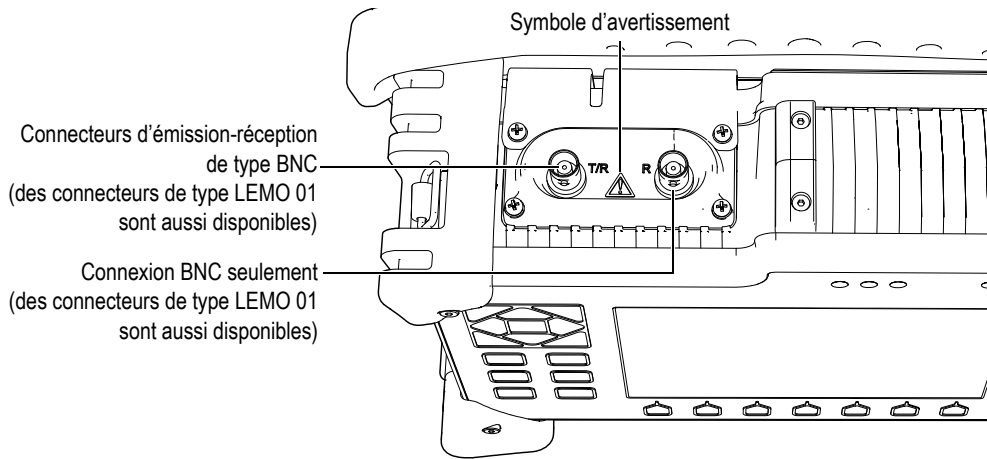

Figure 1-7 Emplacement des connecteurs de traducteurs conventionnels
Les connecteurs de traducteurs conventionnels se trouvent sur le dessus de l'appareil, à gauche. Les deux connecteurs sont faciles d'accès par l'avant de l'appareil (voir la Figure 1-7 à la page 29).
Ne touchez pas au conducteur interne des connecteurs BNC (ou LEMO®) pour éviter les chocs électriques. Le conducteur interne peut contenir jusqu'à 475 V de tension. Le symbole d'avertissement entre les connecteurs BNC d'émission-réception (T/R) et de réception (R) montré dans la Figure 1-7 à la page 29 indique un risque de choc électrique.